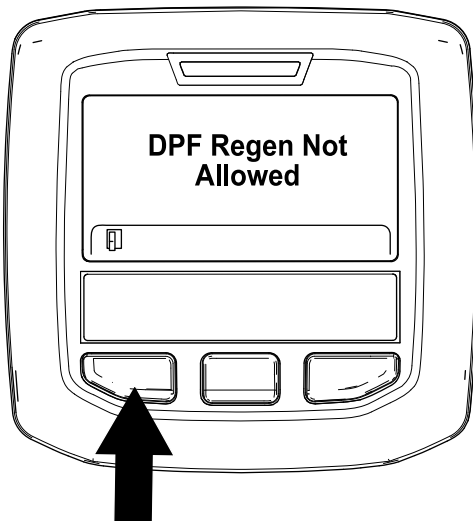

Figure 50
- Si le processus de regeneration n'est pas autorisé par l'ordinateur du moteur, le message « DPF Regen Not Allowed » (régén. FAP non autorisée) s'affiche dans l'InfoCenter (Figure 50). Appuyez sur le bouton gauche pour quitter l'écran d'accueil.